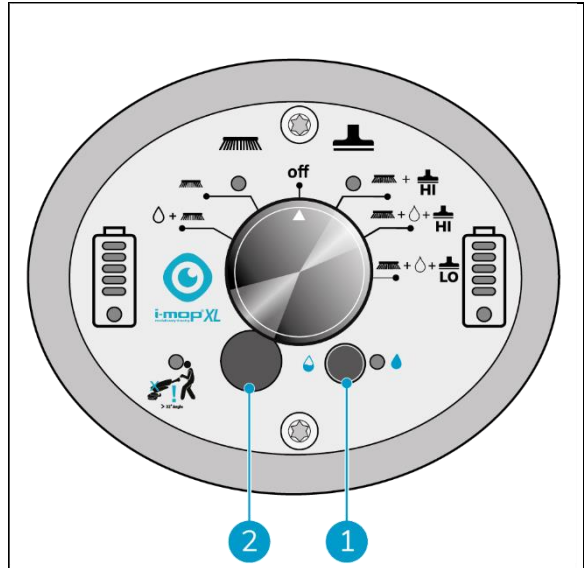

Figura 24
1. Active el modo ECO pulsando el botón ECO después de seleccionar el modo de limpieza (Figura 24, pos. 1).
3. Para ajustar el caudal de agua cuando el modo ECO está activado, puede retirar el tapón de goma (Figura 24 pos. 2) y utilizar un destornillador plano pequeño para cambiar el caudal en el dial situado debajo del tapón. Consulte la tabla de caudales a continuación.